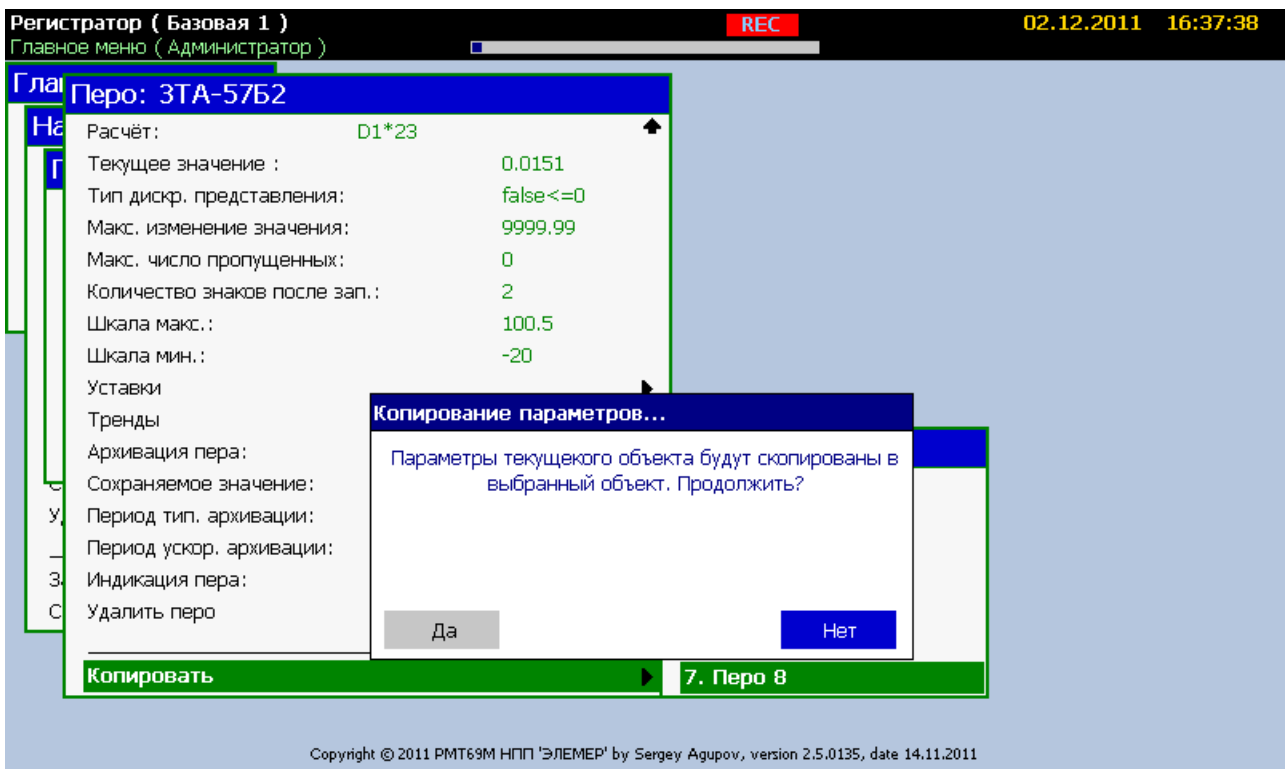

Рисунок 2.23
7) Копирование содержимого объектов (см. рисунок 2.23)